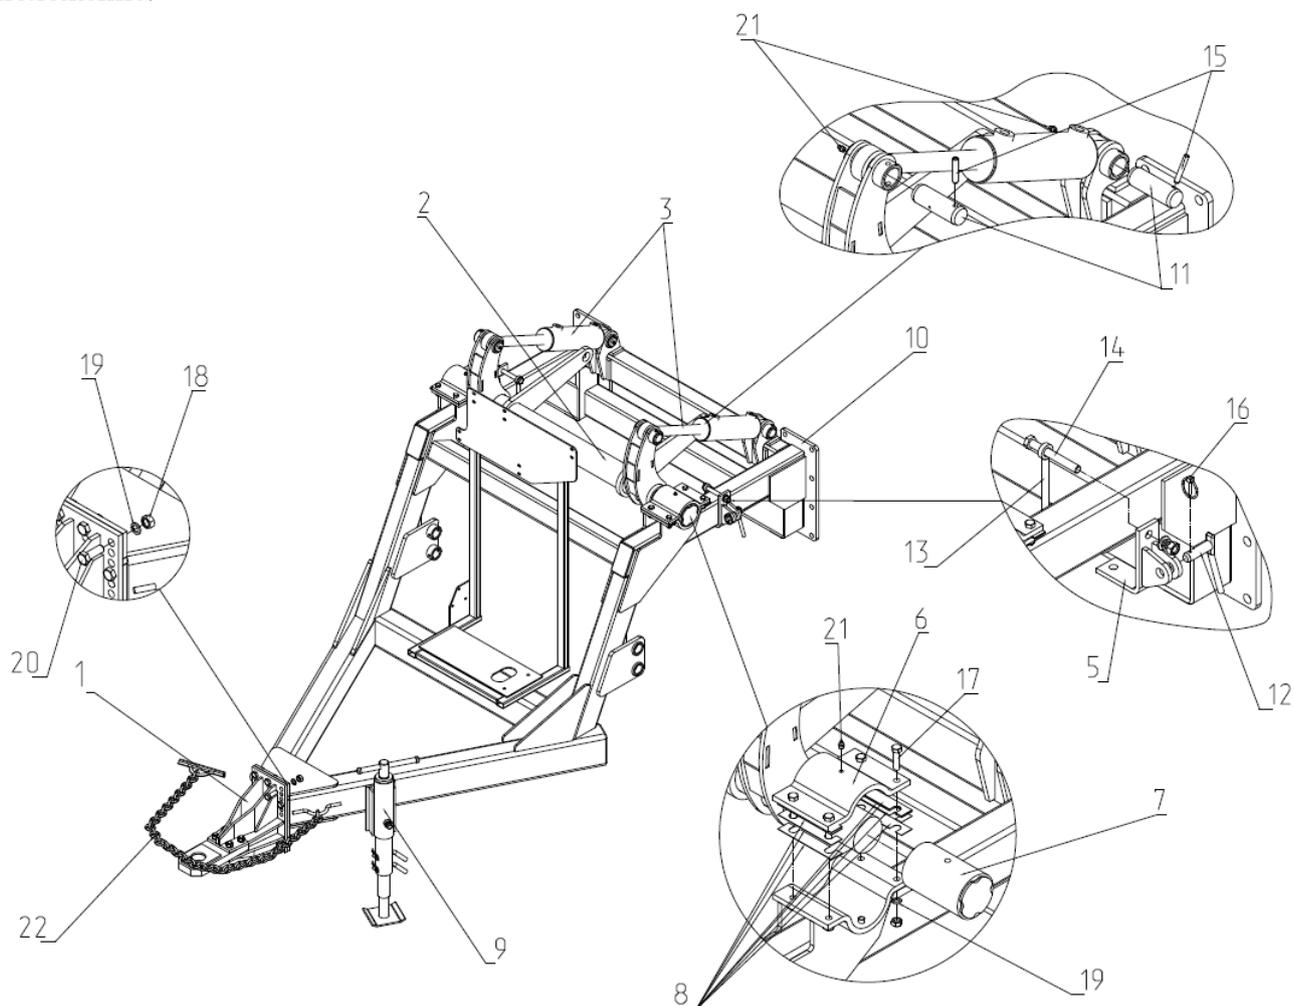

Рис. 2 Сница.
2.1.2. Сница (рис. 2) представляет собой сварную конструкцию, в передней части присоединена прицепная серьга 1 для шарнирного присоединения иньектора к трактору. На раме проварены фланцы 10 для соединения с тележкой. Установлена поворотная штанга 2 и гидроцилиндры 3. Штанга служит для перевода носителя секций в рабочее и транспортное положение.